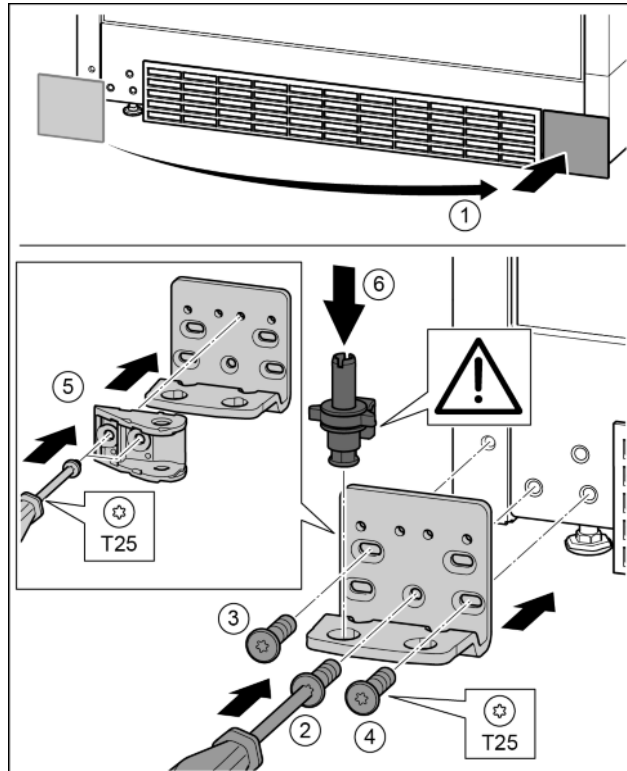

Fig. 31
- Zdjąć osłonę i założyć z drugiej strony. Fig. 31 (1)
- Płytkę zawiasu założyć z drugiej strony i przykręcić przy pomocy śrubokręta T25. Rozpocząć śruby 2 dolnej umieszczonej na środku. Fig. 31 (2)
- Dokręcić śrubę 3 i 4. Fig. 31 (3, 4)
- Połączenie amortyzatora zamykania obrócić o 180°. Przykręcić z drugiej strony płytki zawiasu przy pomocy śrubokręta T25. *Fig. 31 (5)*
- Założyć cały sworzeń płytki zawiasu. Przy tym zwrócić uwagę, by krzywka zatraskowa wskazywała do tyłu. *Fig. 31 (6)*